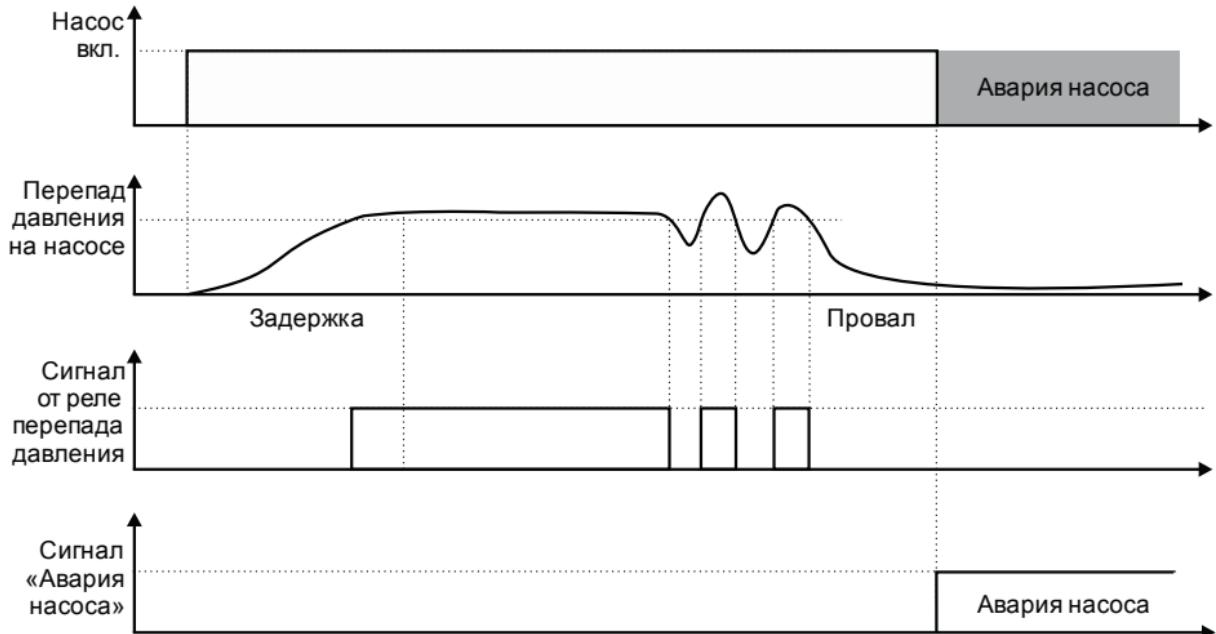

Рисунок 3.3 – Обработка сигнала от датчика перепада давления ($\Delta P_1/\Delta P_2$)
1) Нет перепада давления на насосе (рисунок 3.3)